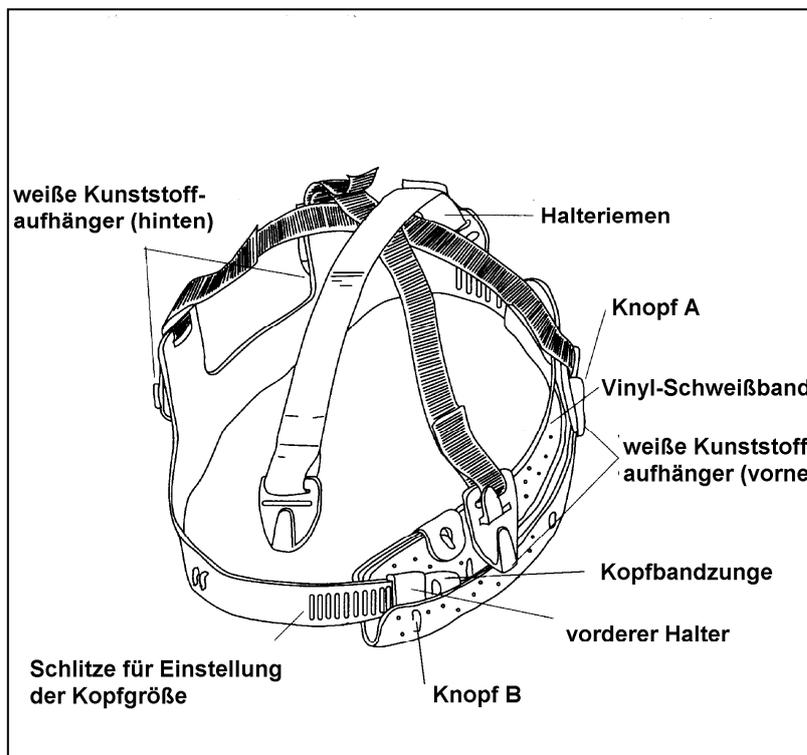

Figure 2 : Serre-tête
(3) Détacher la bande vinyle anti-transpiration.	Boutons A et B sur la figure 2.
(5) Rattacher la bande vinyle anti-transpiration.	Boutons A et B sur la figure 2.
(8) Monter le serre-tête.	Insérer les 4 languettes en plastique blanc (voir (2)).
(9) Fixer à nouveau la cape.	Procéder en sens inverse du (1).
Suivre la procédure décrite sous 7.2 (voir également la figure 2).